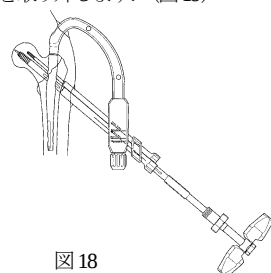

図18
- 16) ラグスクリュー用 T レンチにてラグスクリューを挿入します。必要に応じ、圧迫ナットを用いて骨折部へ圧迫をかけます。(図18)